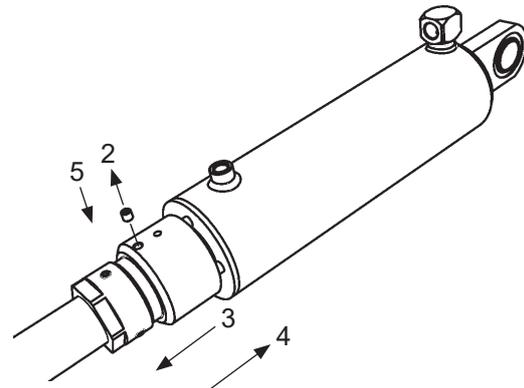

Abb. 49. Anschlag und dessen Gewindestift
2. Lösen Sie die Verschlusschraube am Anschlag (2). Schrauben Sie den Anschlag komplett in Richtung der Ladebordwand zurück (3). Abb. 49.
4. Richten Sie den Anschlag vollständig an der Oberseite des Zylinders aus (4). Abb. 49.